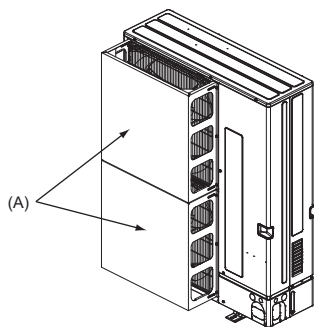
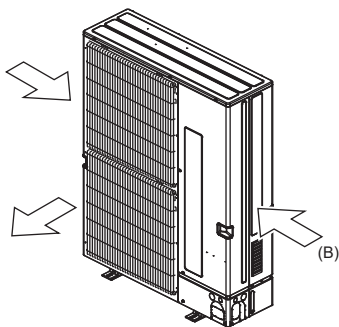

Fig. 2-4
Fig. 2-5
- (2) Installer un guidage d'air et un guidage de sortie d'air en option si l'appareil a été placé à un endroit où les vents violents d'un typhon, etc. peuvent directement s'engouffrer dans la sortie d'air. (Fig. 2-4)
- (A) Guidage de sortie d'air
- (3) Placer l'appareil de sorte que la sortie d'air souffle dans la direction perpendiculaire à celle des vents saisonniers, si celle-ci est connue. (Fig. 2-5)
- (B) Sens du vent